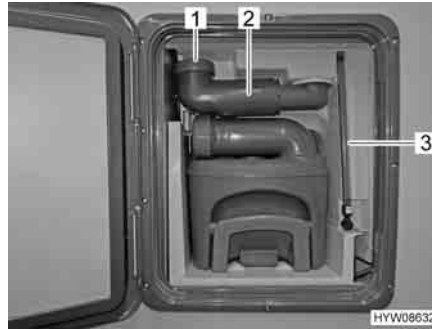

Fig. 169 Serbatoio fecale
- Controllare il livello dell'acqua nel tubo di riflusso (Fig. 169,3). Il livello dell'acqua nel tubo di riflusso corrisponde al livello dell'acqua nella cassetta dell'acqua di risciacquo.
- Ruotare verso l'esterno il bocchettone di riempimento (Fig. 169,2).
- Svitare il coperchio (Fig. 169,1).
- Sganciare il tubo di riflusso (Fig. 169,3) e ruotarlo verso il basso.